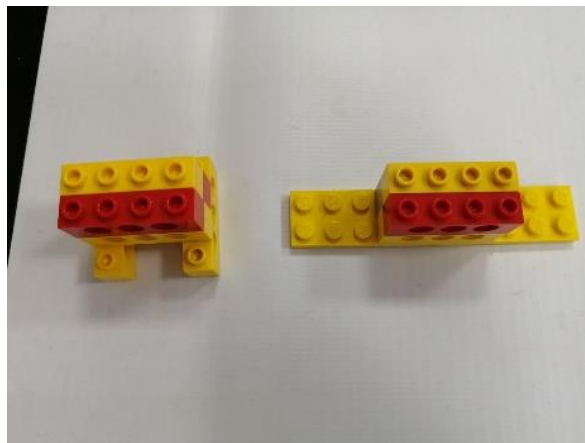

Рисунок2
1. Балка с шипами 1x4 – 6 шт. (см. рис. 2).
2. Пластина 2x10 – 1шт. и балка с шипами 1x4 – 4 шт. (см. рис. 2).